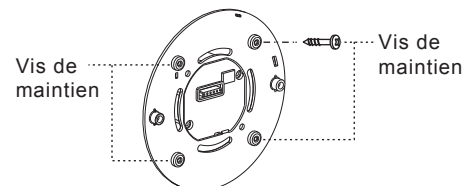

FIG. 20
3.3.4.4 Insérer les quatre vis de maintien dans les trous correspondant de la plaque de fixation du détecteur. Ensuite, ces quatre vis ne tomberont pas en vue des installations ultérieures (voir FIG. 20).